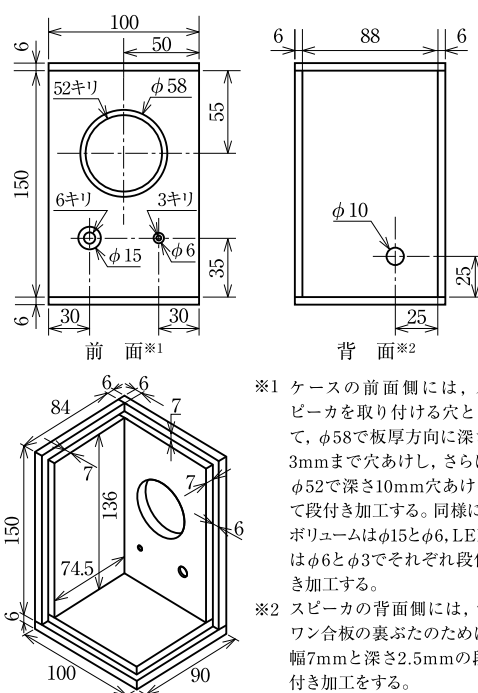

図 28 ケースの加工
- ① トランジスタの種類、取り付けの向きをまちがえていないか。また、3本の足は正しく接続されているか。
- ② 抵抗の値やコンデンサの値をまちがえていないか。
- ③ 部品のはんだ付けは確実か。
- ④ 電池の極性はまちがえていないか。また、電池は消耗していないか。
- 図 28 ケースの図
- 5 ファルカタ集成材とラワン合板を図 28 のようなケースに加工する。